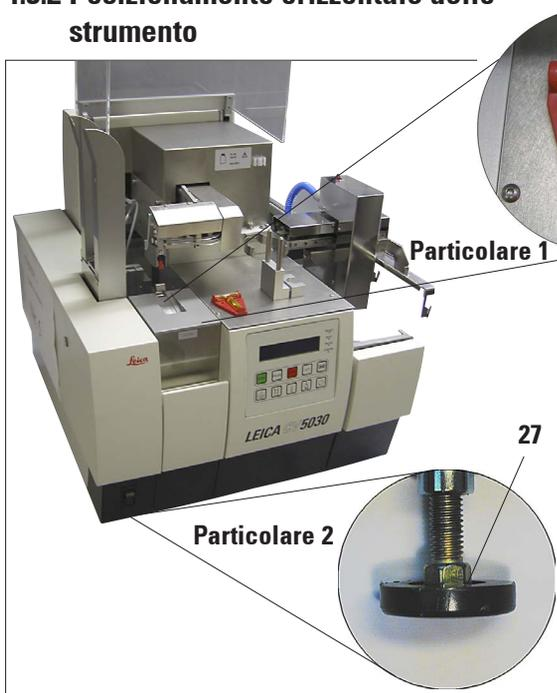

Fig. 6
- Aprire la calotta e collocare la livella a bolla d'aria fornita in dotazione (26) sulla superficie di lavoro, come illustrato in Fig. 6, Particolare 1.
- Regolare i piedini (27) (Particolare 2 in Fig. 6) avvitandoli e svitandoli, per garantire che lo strumento sia allineato in entrambe le direzioni. Verificare l'allineamento con la livella a bolla d'aria.